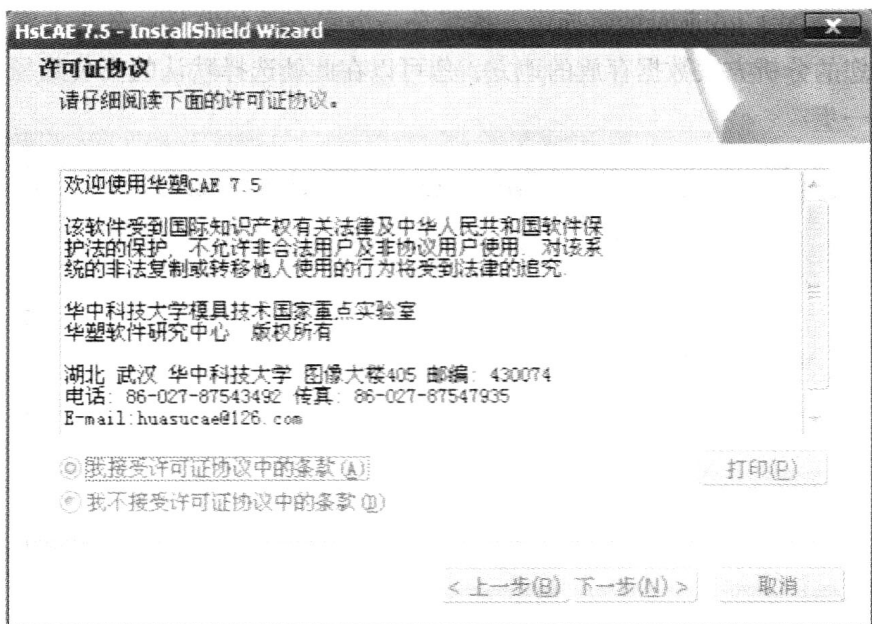

图 1-4 软件“许可证协议”
(4) 在如图 1-4 所示的软件“许可证协议”中, 必须选择“我接受许可证协议中的条款”才能单击“下一步”继续安装。